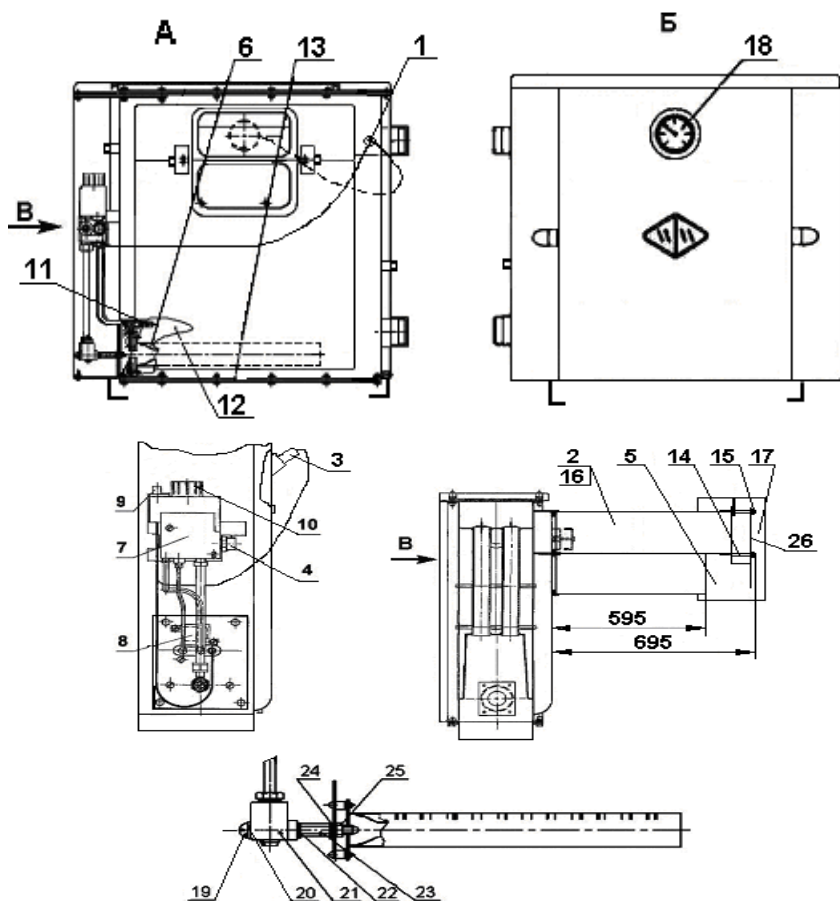

Рис. 1.
При засорении эжектора поз.23 (рис.1) подводящего газ к основной горелке, необходимо, при выключенной автоматике перекрыть подачу газа к аппарату, открутить против часовой стрелки винт поз.19 и мягкой проволокой $d=1\text{мм}$. прочистить отверстие в эжекторе поз. 23, не нарушая выходного диаметра эжектора. После очистки эжектора необходимо установить винт поз. 19 и прокладку поз. 20 на место. В случае повреждения прокладки поз. 20, её необходимо заменить. Обязательно необходимо проверить герметичность соединения в месте установки винта поз. 19 мыльным раствором при пробном включении аппарата.
- устанавливать трубу поз. 2 рис.1 вблизи источников открытого огня;
5.2. Аппарат состоит из следующих составных частей (рис.1)
7.2. Для включения аппарата необходимо открыть газовый кран на газопроводе. Начиная с позиции Выключено «•», поверните ручку терморегулятора (поз. 10 рис.1) в позицию розжига «*». Нажмите ручку терморегулятора и нажимайте на кнопку пьезорозжига до тех пор, пока от искры не загорится растопочный факел. После загорания удерживайте ручку терморегулятора в течении 20...30 секунд. Отпустите ручку терморегулятора и проверьте, что растопочный факел остался гореть. Если он погас, повторите операцию снова до появления устойчивого пламени. Поверните ручку терморегулятора на отметку, соответствующую необходимой температуре, после чего должна воспламениться основная горелка. Для того, чтобы горел только растопочный факел поверните ручку терморегулятора с позиции выбранной температуры в позицию розжига «*» .
7.3. В случае неисправности пьезорозжига необходимо снять стекло смотровое (поз.8 рис. 1) и зажечь горелку запальную (поз.11 рис.1) иными средствами.